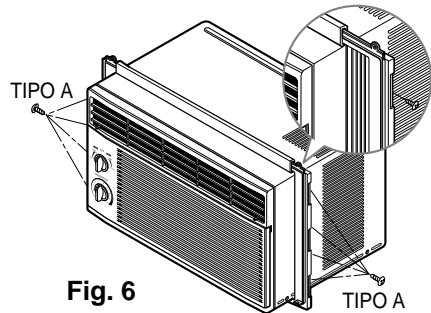

Fig. 6
1. Introduzca los paneles en los guías del aire acondicionado. Las cortinas atornillelas con los tornillos (TIPO A), como en la Fig. 6.